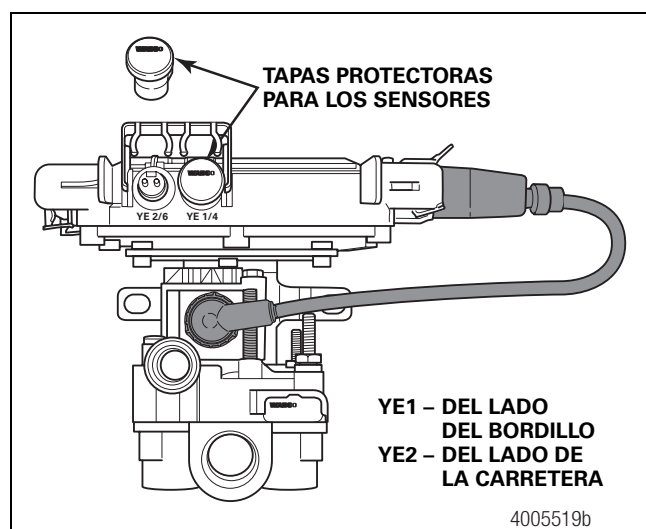

Figura 6
- Quite las tapas protectoras de los conectores de los sensores YE2 e YE1. Figura 6.